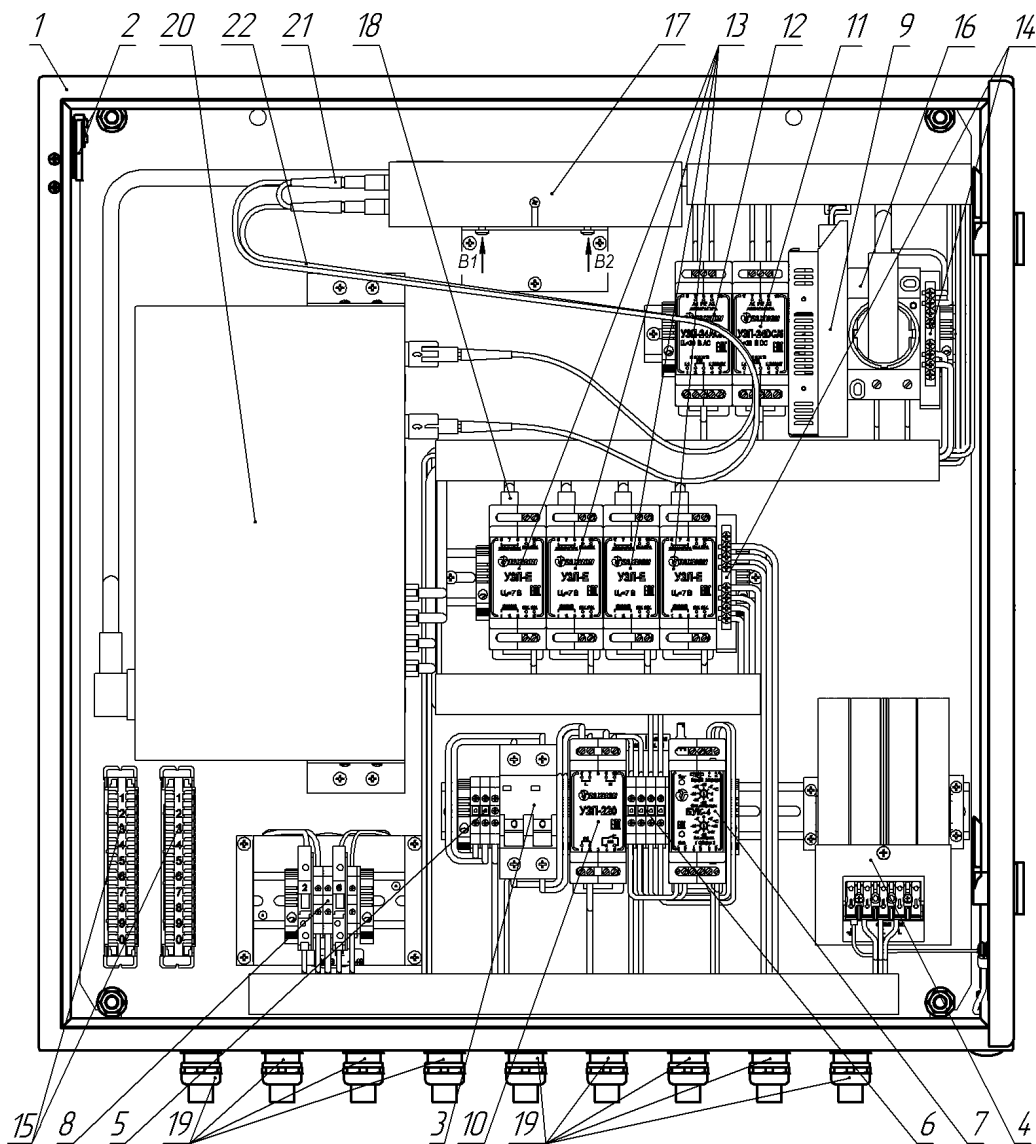

Рис. 1. Устройство термощафа (дверь открыта на 90°)
- снять оптический кросс с кронштейна, ослабив крепежные винты В1 и В2 (рис.1);
7. Подать напряжение питания 220В AC на клеммы X1, при этом фазный провод (L) соединить с контактом 1.1, нулевой провод (N) с контактом 2.1.